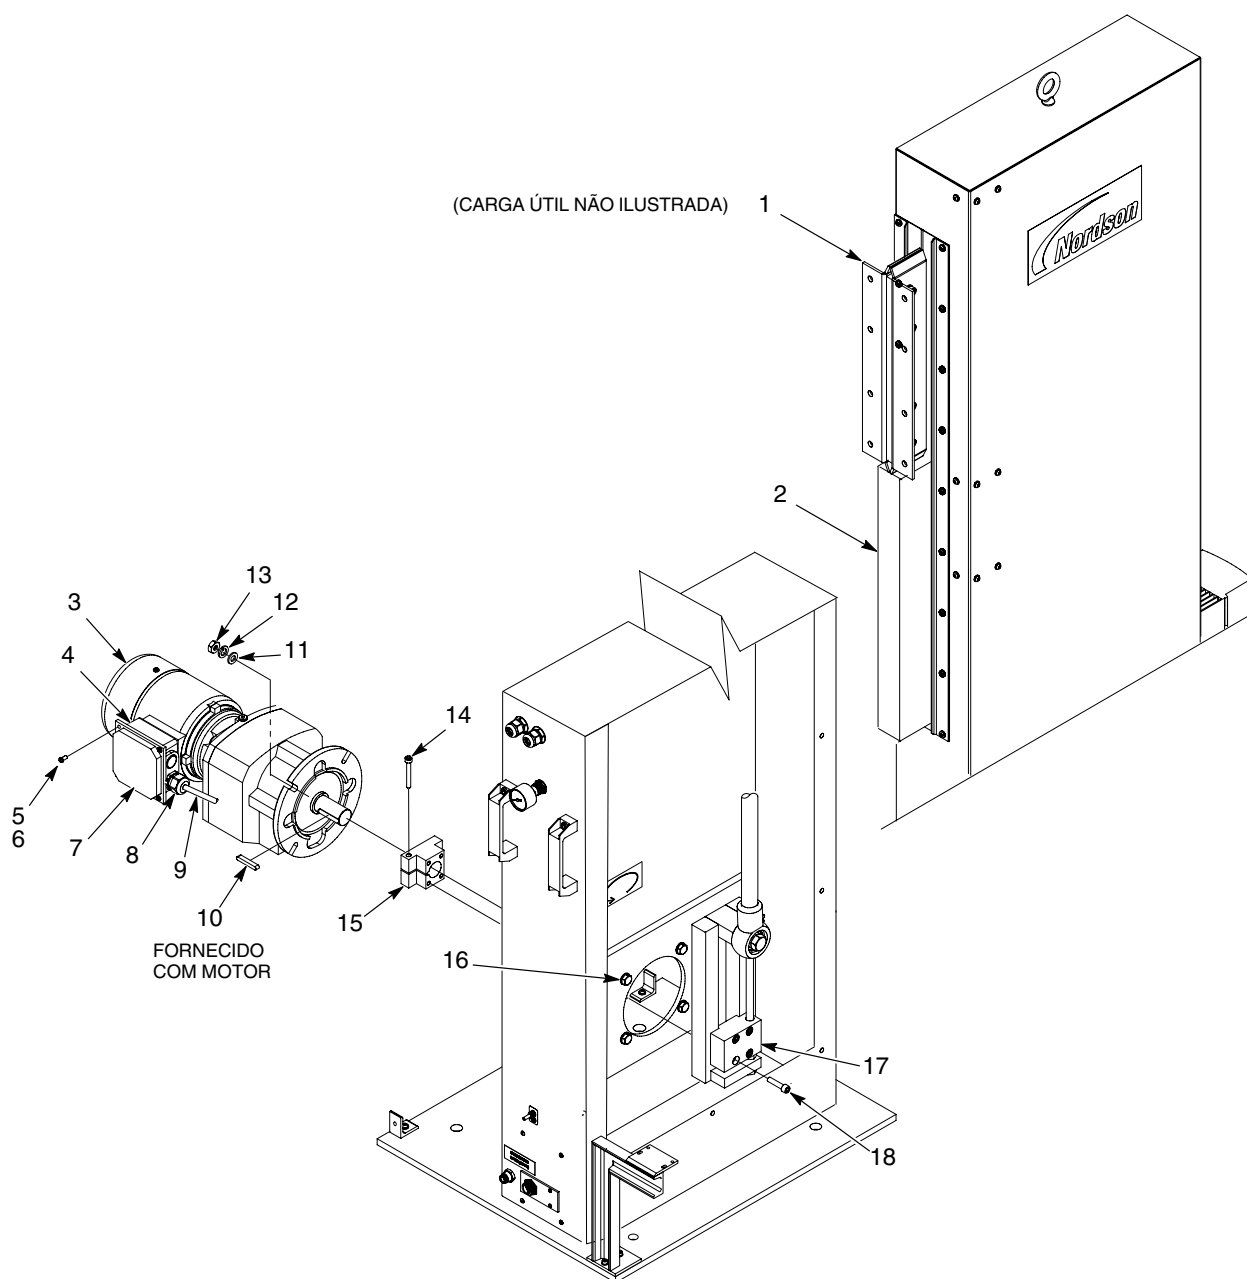

Figura 14 Substituição do moto-reductor
1. Consulte a figura 14. Desloque o carro de pistolas (1) para o fim de curso superior. Use um bloco (2), como ilustrado, para segurar o carro de pistolas (1).
- a. Retire os parafusos (5) e as anilhas de segurança (6) que fixam a tampa (7) à caixa de derivação (4).
- c. Remova o aliviador de esforço do cabo (8) e guarde-o para o usar no novo moto-redutor.
- d. Desligue os fios do cabo na caixa de derivação (4). Puxe o cabo (9) cuidadosamente para fora da caixa de derivação.
4. Remova os parafusos (18) que fixam o braço limitador de oscilação (17) no bloco do veio (15). Levante o braço limitador de oscilação para fora e desloque-o para o lado.
5. Retire as porcas (13), anilhas de segurança (12) e anilhas lisas (11) que fixam o moto-redutor (3) aos pernos de suporte (16). Retire o motor-redutor do oscilador.
6. Desaperte o parafuso (14) do bloco do veio (15). Remova o bloco do veio do moto-redutor (3).
**NOTA:** Verifique os comprimentos das novas e das velhas chavetas do veio (10). Se a nova chaveta do veio é mais longa do que a velha chaveta do veio, encurte-a ou utilize a velha chaveta do veio.